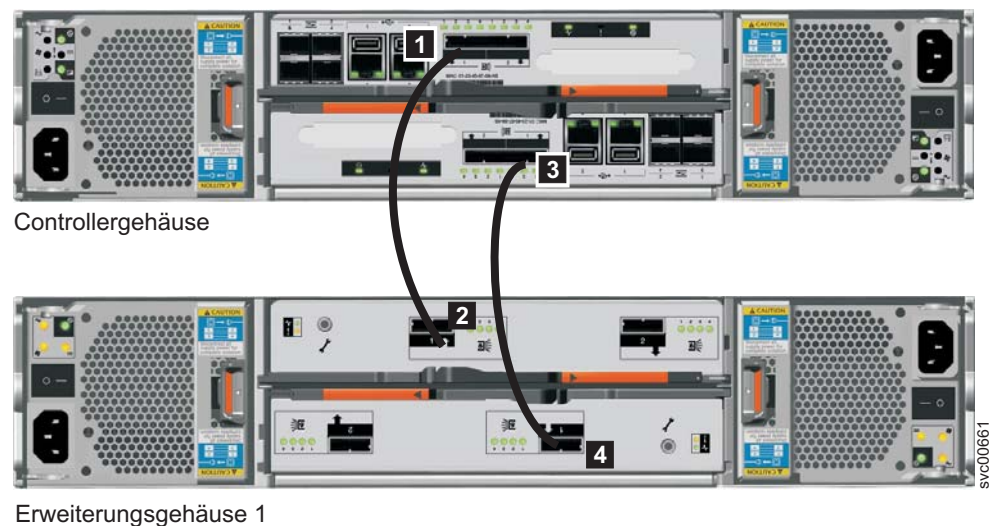

Abbildung 12. Erweiterungsgehäuse an Controllergehäuse befestigen
2. Verbinden Sie die SAS-Kabel des Controllergehäuses mit dem ersten Erweiterungsgehäuse, wie in Abb. 12 gezeigt. Entfernen Sie die Schutzhüllen, falls erforderlich. Das erste Erweiterungsgehäuse befindet sich unterhalb des Controllergehäuses.